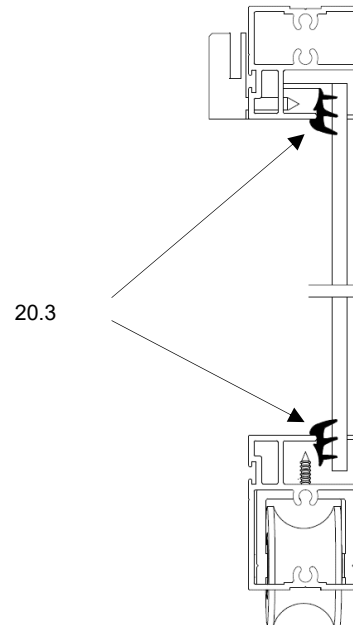

Abb.27
- montieren der Keildichtung Pos. 20.2 und Pos. 20.3 (Abb. 27/28)